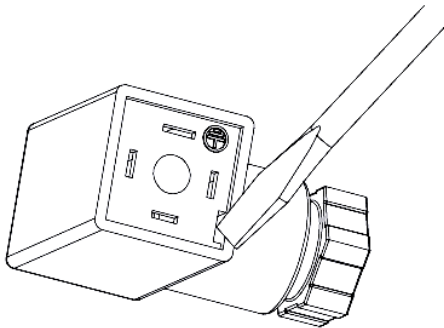

Abbildung 9: DIN-Stecker, Lösen des Steckereinsatzes
2. Einen kleinen Schlitzschraubendreher in die kleine Vertiefung am Rand des Einsatz stecken und den Einsatz aus der Außenhülle des DIN-Steckers herausdrücken (Abbildung 9)